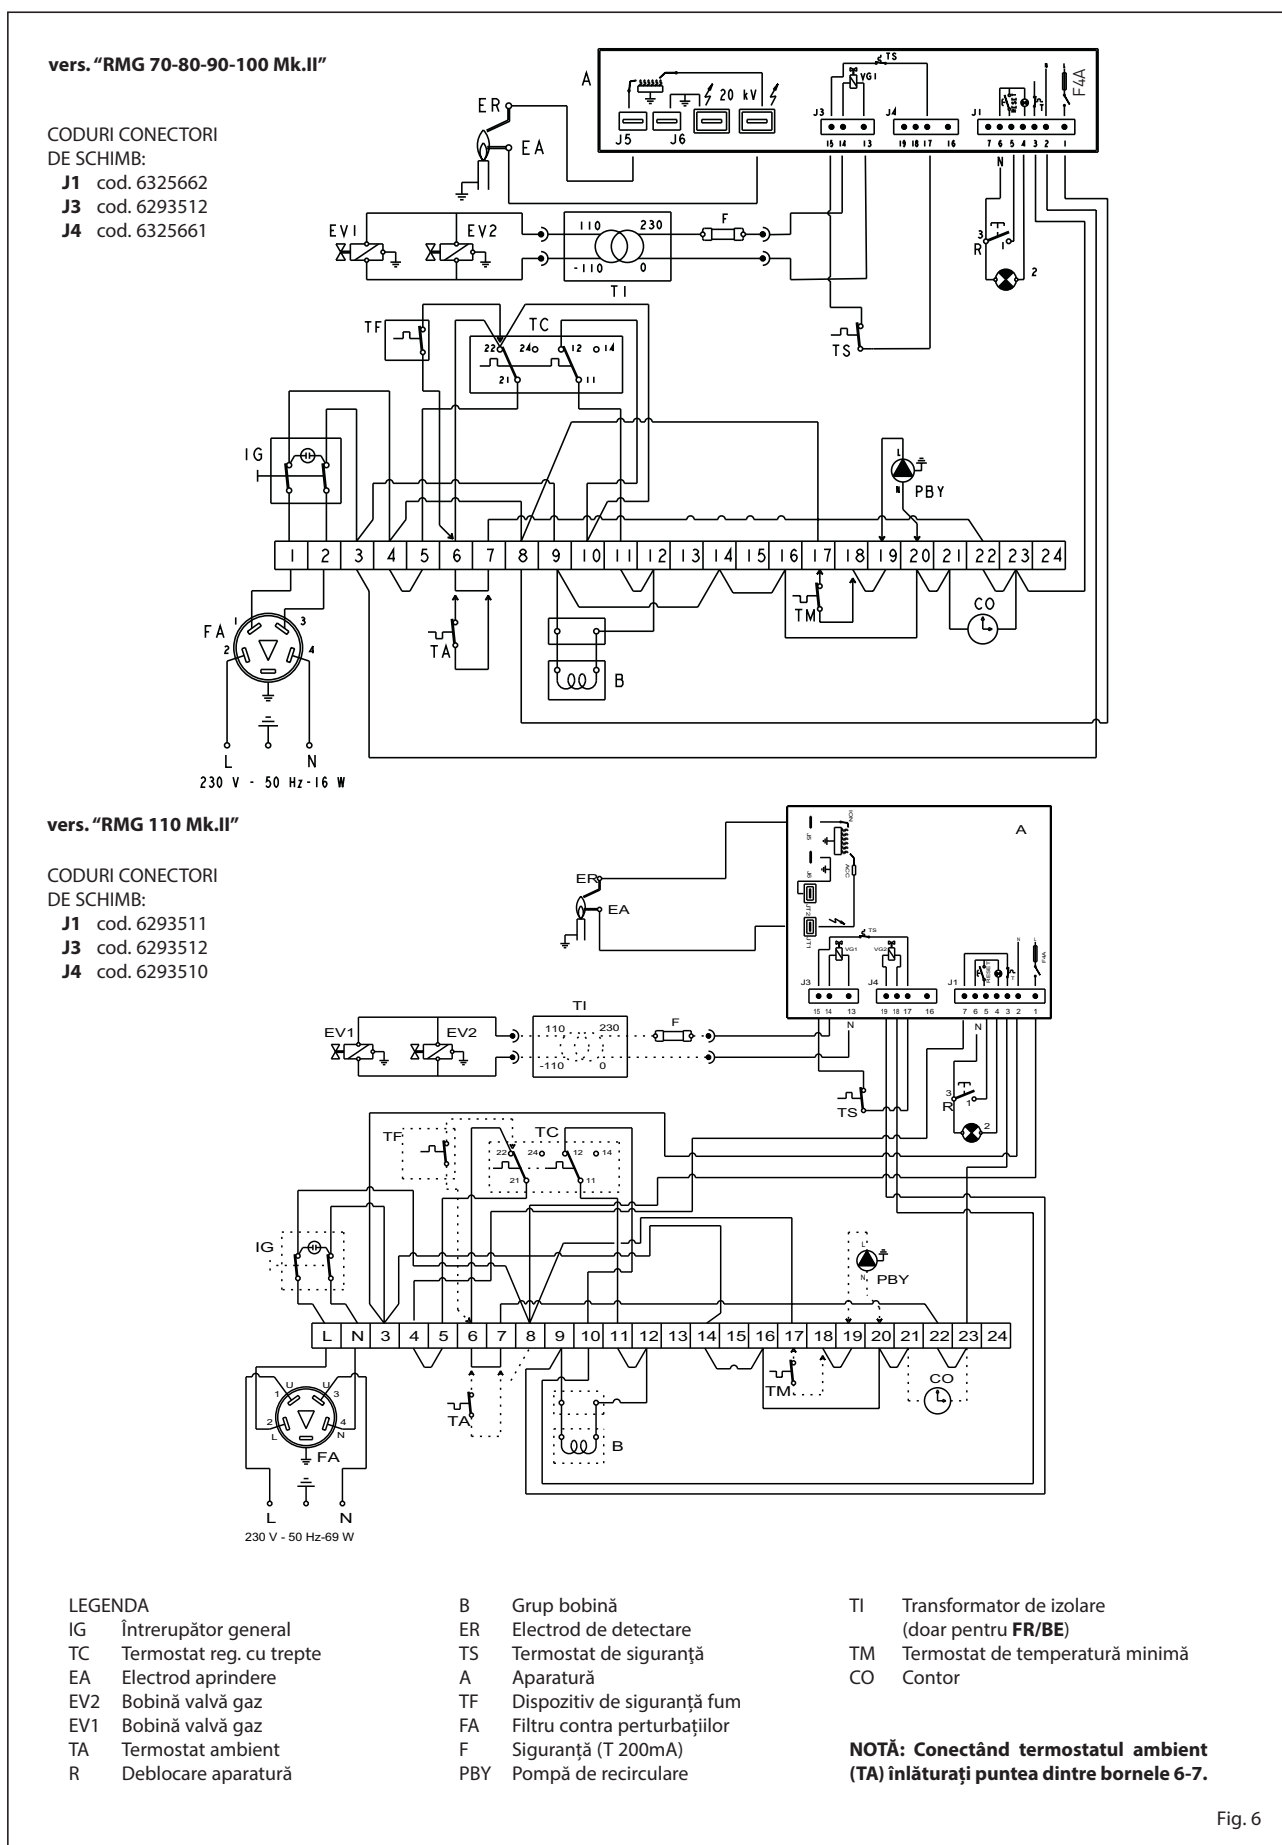

Fig. 6
2.6.2 Schemă electrică (fig. 6)